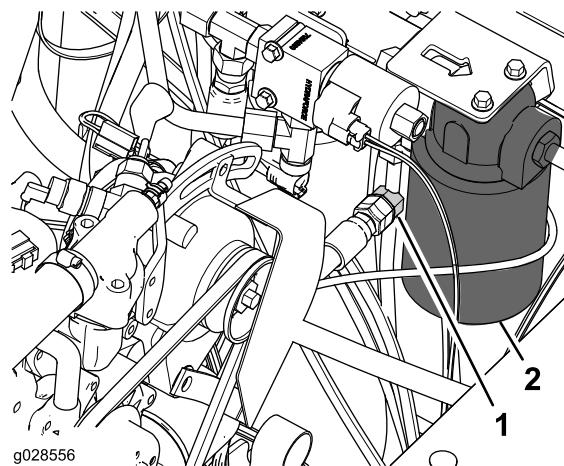

Bild 8
4. Entfernen Sie den Verschluss vom T-Anschlussstück im Hydraulikrohr neben dem Getriebeölfilter (Bild 8).
5. Schließen Sie das freie Ende des Schlauchs (3/8" x 55,6") am T-Anschlussstück (Bild 8) an und ziehen die Drehzapfennut der Schlauchs bis auf 37-45 Nm an.
7. Schließen Sie das freie Ende des Schlauchs (3/8" x 85,2") am T-Anschlussstück (Bild 8) an und ziehen die Drehzapfenmutter des Schlauchs bis auf 37-45 Nm an.